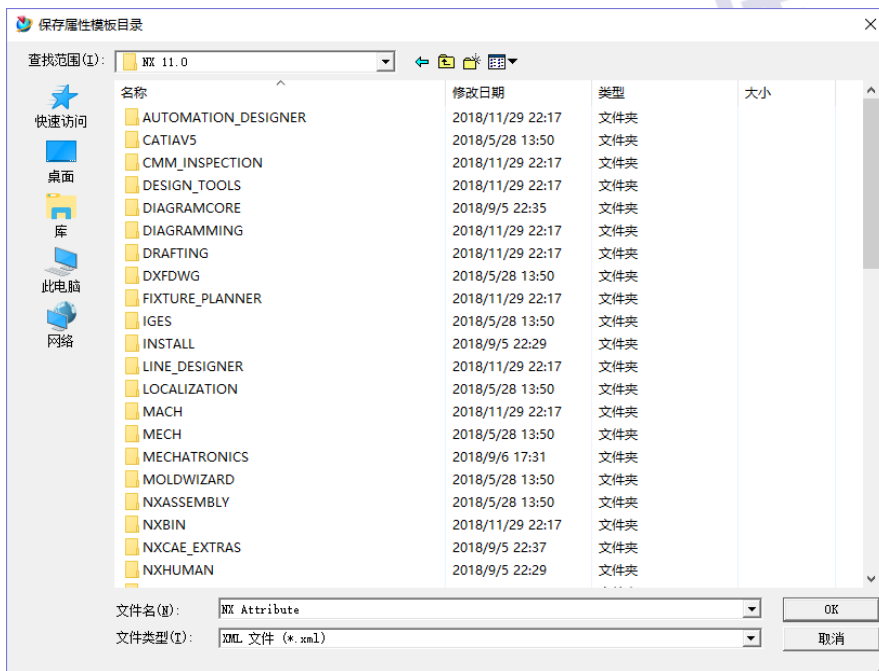

图 3
3. 将属性模板配置文件导出(建议配置文件的存放位置在 NX 根安装目录下), 取名 NX Attribute, 如下图 3 所示: